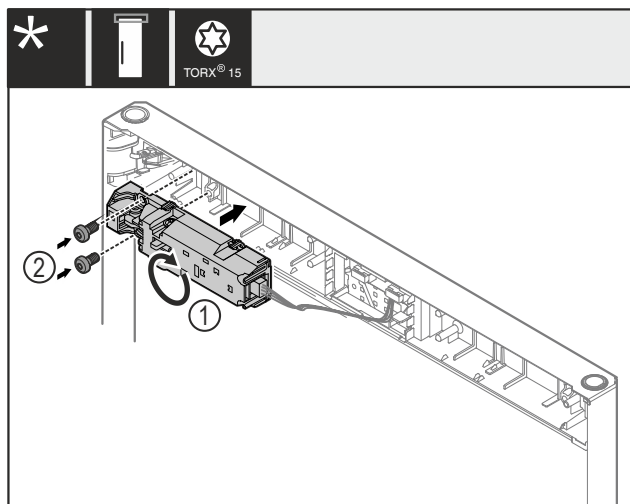

Fig. 27
- Rotiți încuietoarea de la distanță Fig. 27 (1) cu 180° și montați-o pe partea opusă.
- Fixați încuietoarea de la distanță Fig. 27 (1) cu șuruburile Fig. 27 (2).